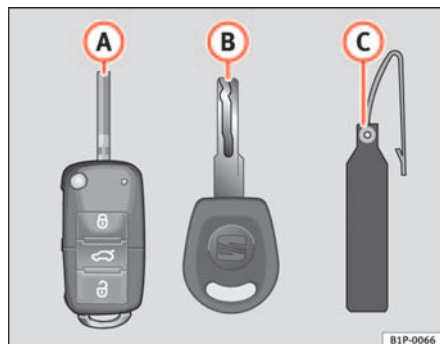

Abb. 62 Schlüsselsatz
- einen Funkschlüssel ⇒ Abb. 62 (A) mit ausklappbarem Schlüsselbart,
- einen Schlüssel ohne Funkbedienung (B)
- einen Kunststoffanhänger (C) mit der Schlüsselnummer.
Nur anhand der Schlüsselnummer auf dem Kunststoffanhänger ⇒ Abb. 62 (B) können Schlüssel nachgemacht werden. Deshalb:
- Verwenden Sie die beiden Schlüssel, die mit dem Fahrzeug ausgehändigt werden ⇒ Seite 100, Abb. 62, den Funkschlüssel  und den normalen Schlüssel .